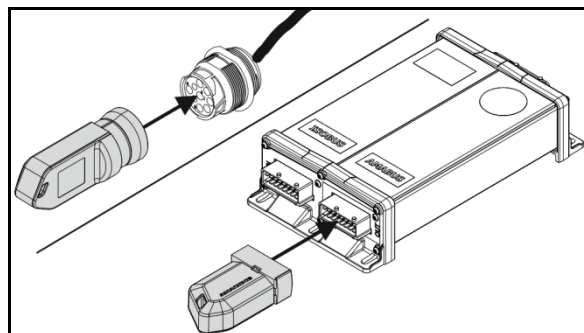

Рис. 30
5. Поворотні гальмівні ролики (Рис. 30/1) спереду
- о встановіть та зафіксуйте шплінтом (Рис. 30/2), або відповідно
6. Зафіксовані ролики (Рис. 30/3) ззаду
- о встановіть і закріпіть пружинним фіксатором (Рис. 30/4) в самому нижньому отворі для фіксації, або відповідно
При монтажі зафіксованого ролика зверніть увагу на те, щоб болт (Рис. 30/5) увійшов в отвір рами і таким чином утримував колесо в поздовжньому напрямку.